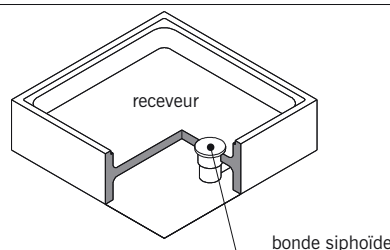

fig. 14.20
- Le **receveur surélevé** dont les parois se prolongent au-dessous du fond. Il se pose sur le plancher et ne nécessite aucune surélévation quel que soit le type d'évacuation prévu (fig. 14.20).